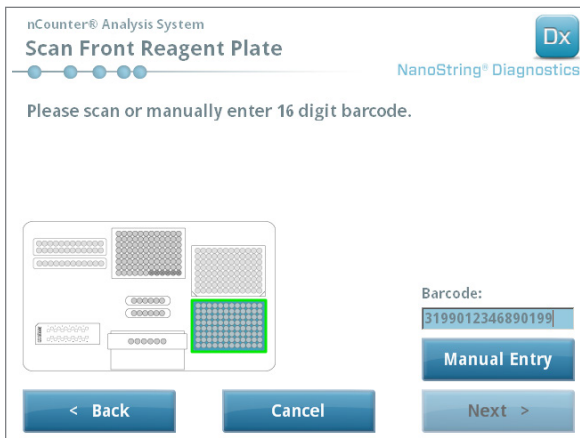

FIGURE 5.10 : Écran « Scan Reagent Plate » (Analyser la plaque de réactifs)
- b. Retirer les couvercles en plastique transparent et placer les plaques de réactifs sur le plateau comme indiqué à l'écran (**FIGURE 5.10**).